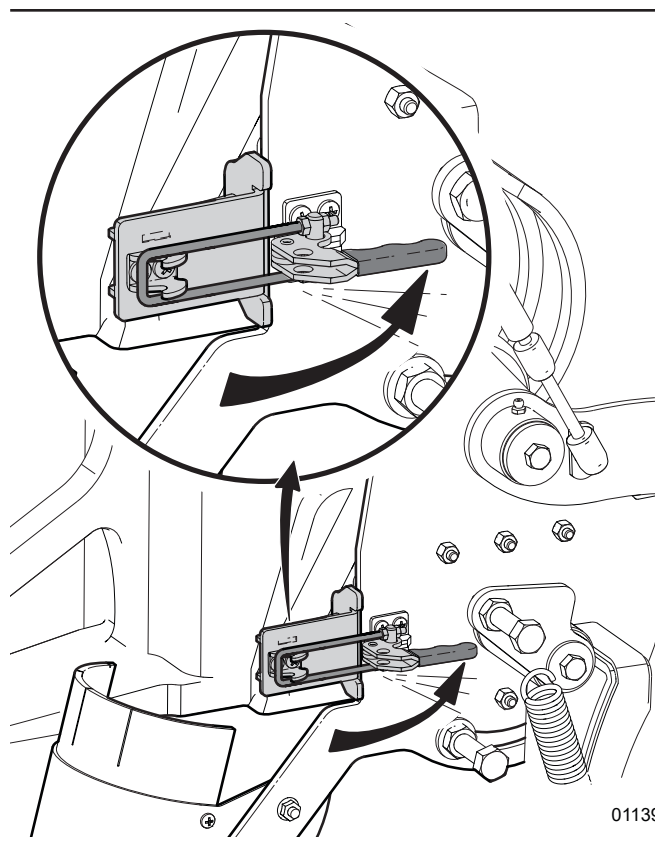

Figure 31 – Loquet du support
8. Ouvrez le loquet du support pour tronçonneuse. Pour plus d'informations, consultez *Figure 31*.
Pour plus d'informations, consultez *Figure 31*.